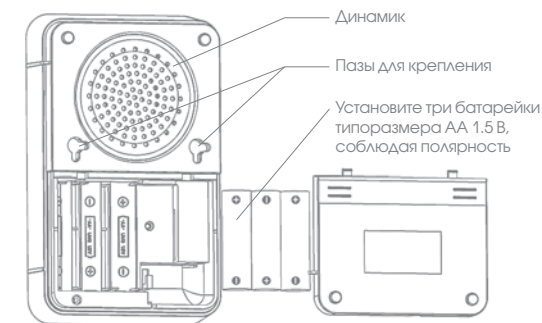

Рис. 5
1. Откройте крышку на задней части корпуса звонка и установите 3 батарейки типоразмера АА 1.5 В, соблюдая полярность (рис. 5).
2. Определите оптимальное место для звонка (качество приема сигнала). Определите удобную высоту на горизонтальной поверхности и, учитывая расстояние между пазами для крепления, вкрутите два шурупа на одинаковом уровне (рис. 5). Пазы для крепления позволяют зафиксировать звонок как вертикально, так и горизонтально.